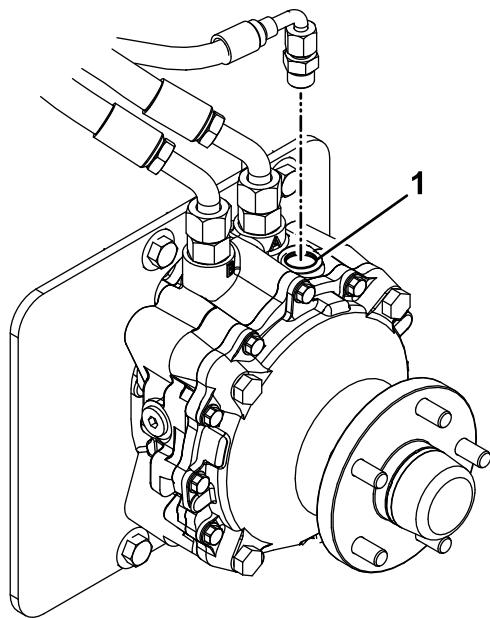

Figura 69
9. Retire el tapón del orificio de llenado situado en la parte superior de cada motor de rueda (Figura 69).